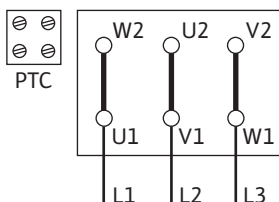

Fig. 14: Схема «трикутник»
- Під'єднання до мережі залежить від потужності двигуна P2, мережевої напруги і типу увімкнення. Потрібну схему перемикання з'єднувальних перемичок в клемній коробці можна знайти в наступній таблиці, а також на Fig. 14, 15 і 16.